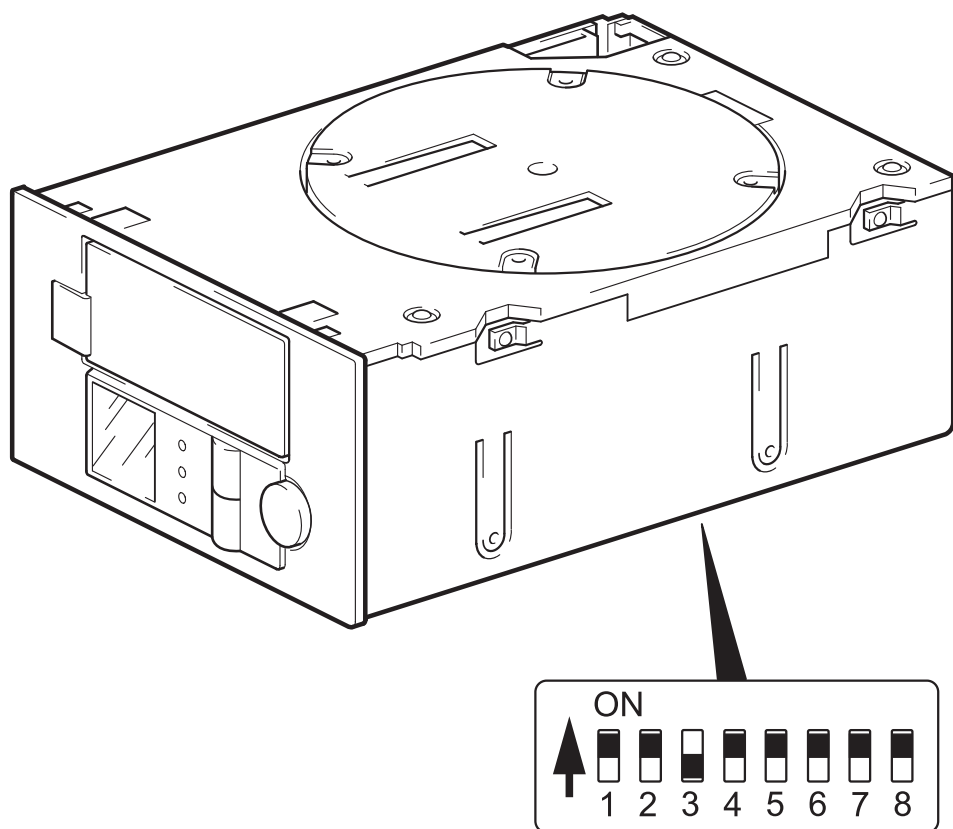

Figura 5: cómo comprobar los conmutadores de configuración UNIX
- 2 Si la configuración de UNIX lo requiere, cambie los conmutadores de configuración situados en la parte inferior del cargador automático de cintas de su valor predeterminado mostrado en la figura 5.